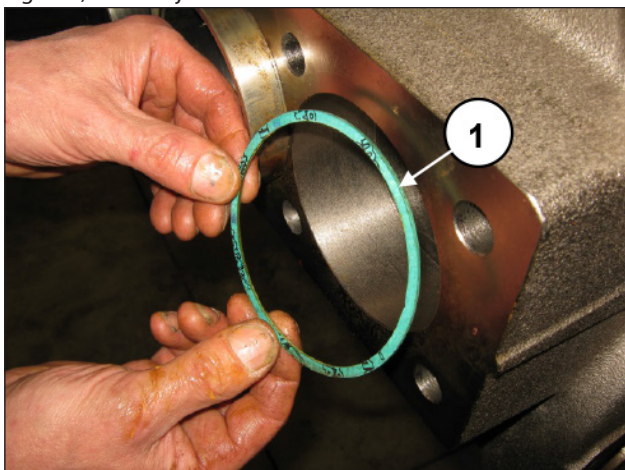
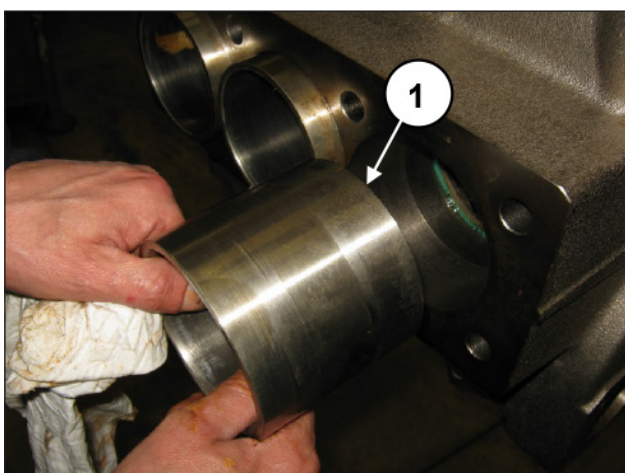

Fig. 135
Fig. 136
Introducir las juntas (pos. ①, Fig. 135) y los cilindros (pos. ①, Fig. 136) en el alojamiento del cilindro situado en la cabeza.